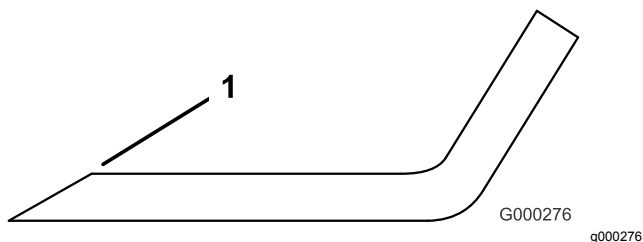

Figure 93
1. Au moyen d'une lime, aiguissez les tranchants aux deux extrémités de la lame (Figure 93).